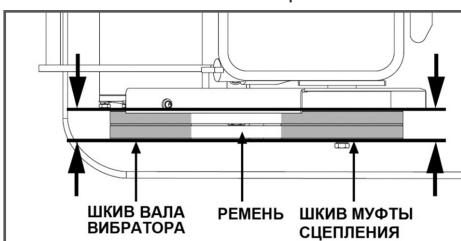

Рис. 27 Проверка плоскости шкивов и ремней
- 5. Убедитесь, что ремни и шкивы вала вибратора и муфты сцепления находятся в одной плоскости (Рис. 27).
7. Сдвигая двигатель в сторону от вибратора, проверяйте натяжение ремней. При этом нужно контролировать, чтобы ремни и шкивы вала вибратора и муфты сцепления были в одной плоскости (Рис. 27).